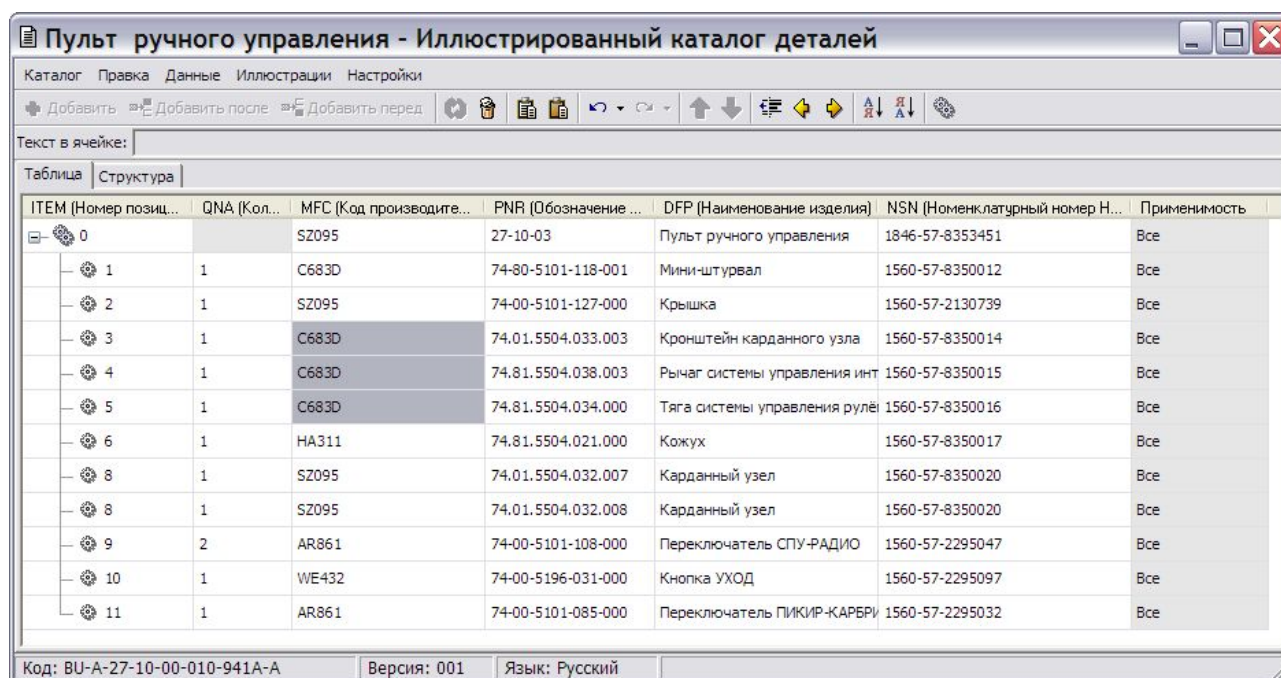

Рис. 4.39
7. При выборе ответа «Да» информация в столбце **MFC (Код производителя)** в выбранных строках будет заменена (Рис. 4.39).